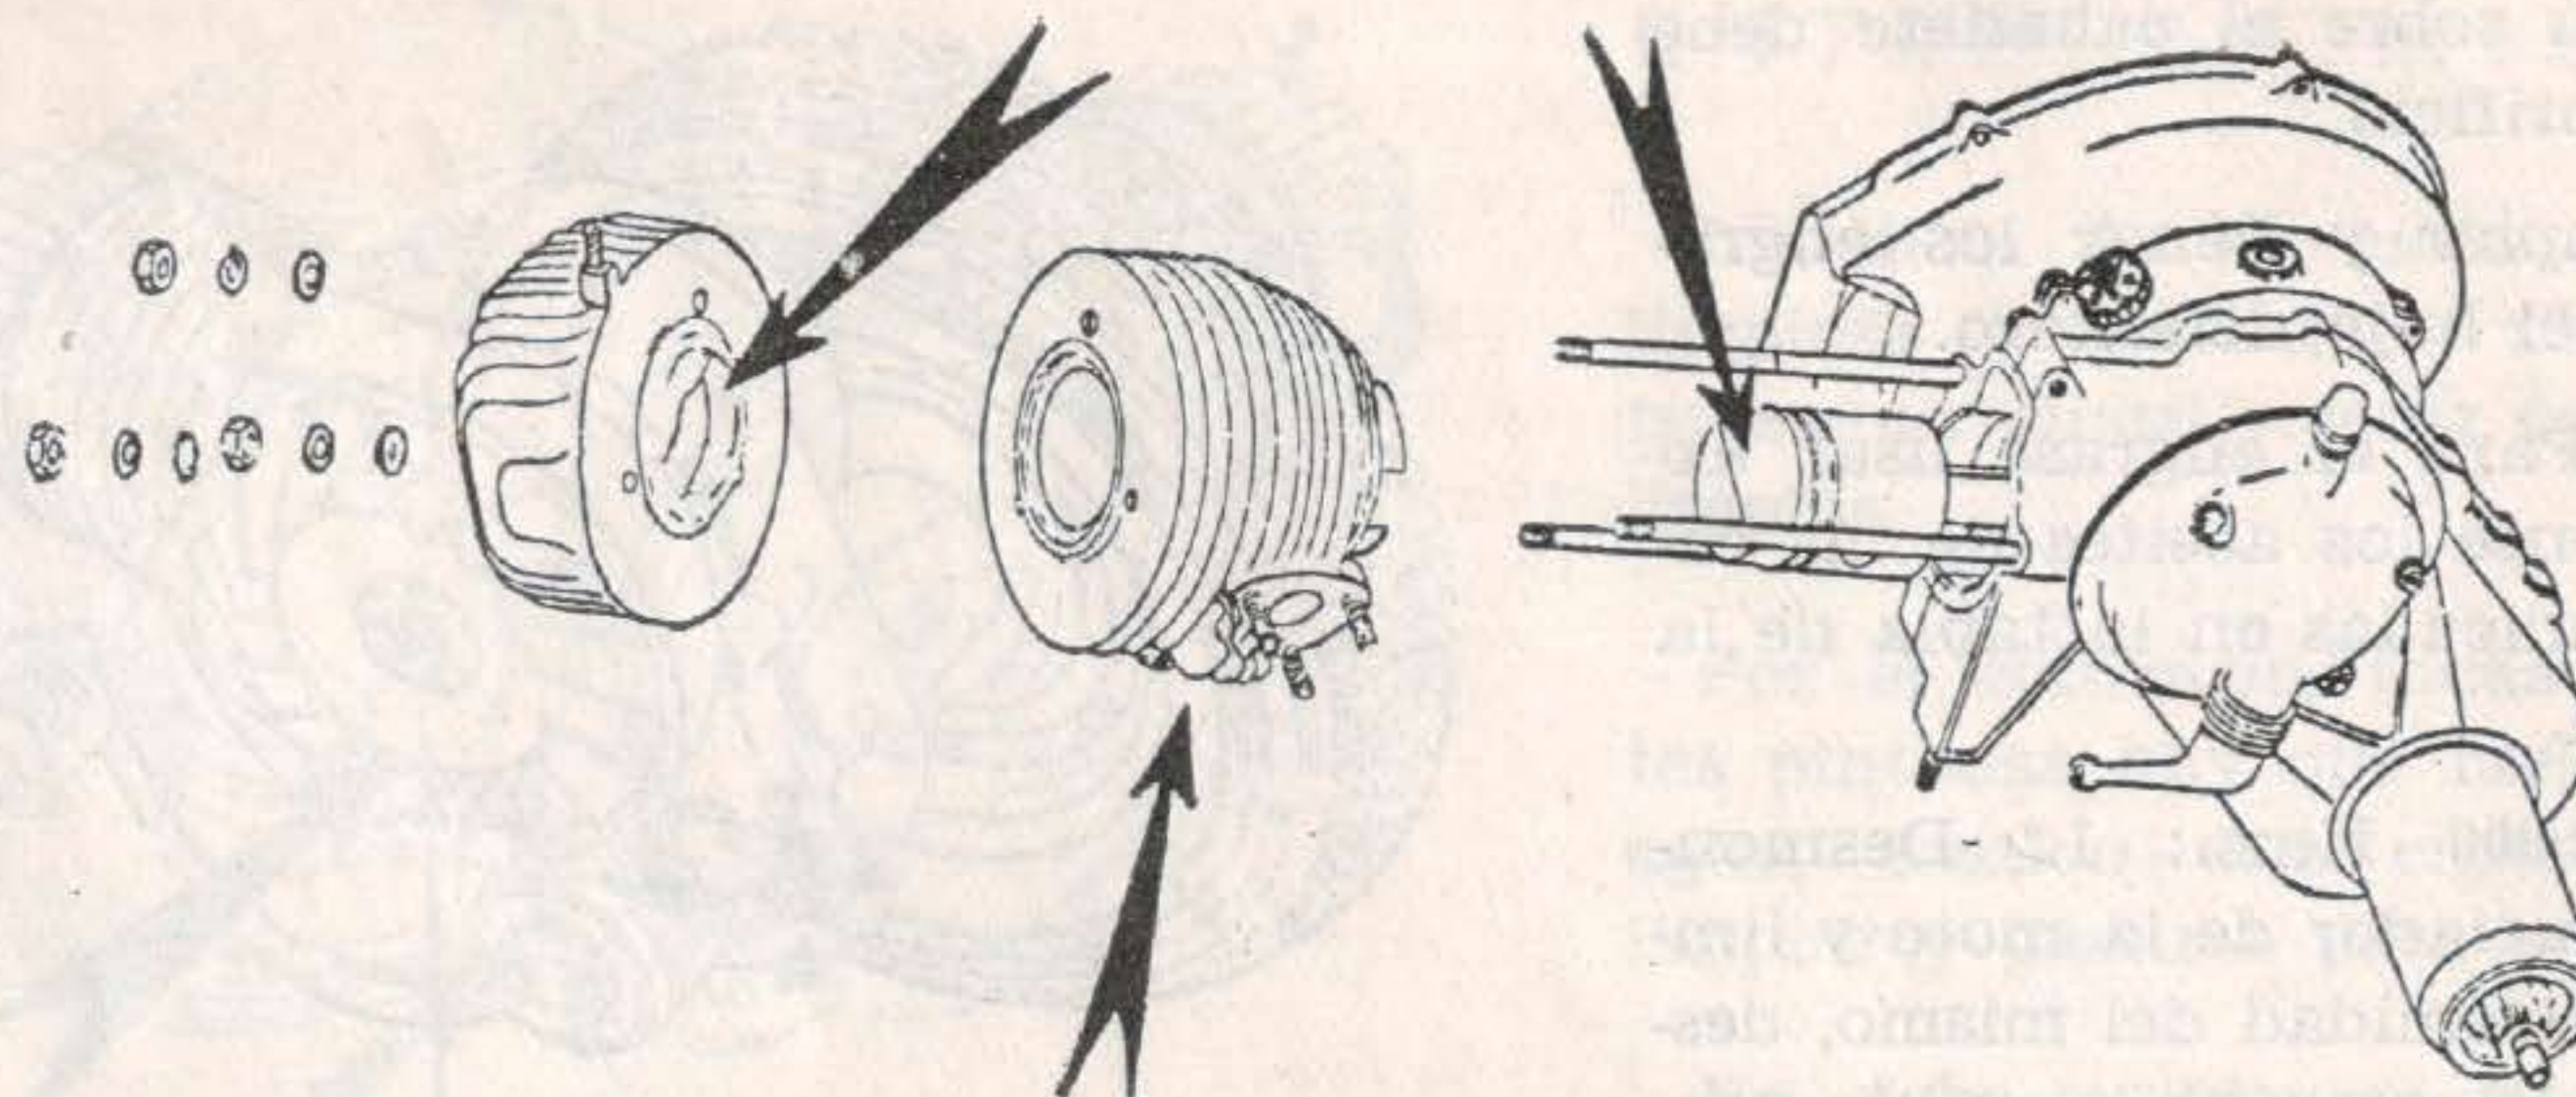

Fig. 14
5.º Desmontar el tubo de escape, la culata y el cilindro. Quitar las incrustaciones formadas en la culata, lumbreras y cabeza del pistón (ver fig. 14). Cuidar de que los residuos carbonosos no caigan en el interior del motor. Estas operaciones es conveniente que sean efectuadas por el Agente de venta o Taller autorizado.